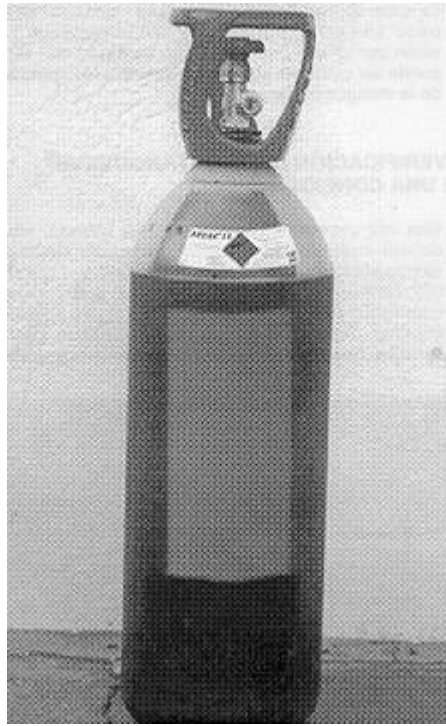

Fig. 8: Botella con tulipa protectora del grifo
- Las botellas deberán utilizarse tal como son suministradas, no debiéndose quitar en ningún caso la tulipa, fig. 8, cuya misión es proteger la parte más débil de la botella, el grifo, ante una eventual caída.